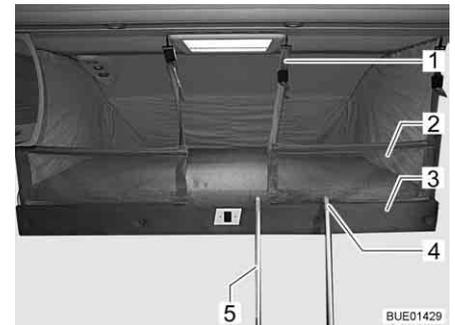

Bild 103 Hubbett mit aufgespanntem Sicherungsnetz
Wenn ein Sicherungsnetz vorhanden ist, liegt das Sicherungsnetz (Bild 103,2) mit den Sicherungsgurten im Hubbett unter der Matratze. Das Sicherungsnetz erst aufspannen, wenn sich die Personen bereits im Hubbett befinden.
- Sicherungsgurte (Bild 103,1) in die Haken an der Decke einhängen.
- Stufenleiter (Bild 103,5) mit den beiden Bügeln (Bild 103,4) in die Griffleiste (Bild 103,3) am Hubbett einhängen.